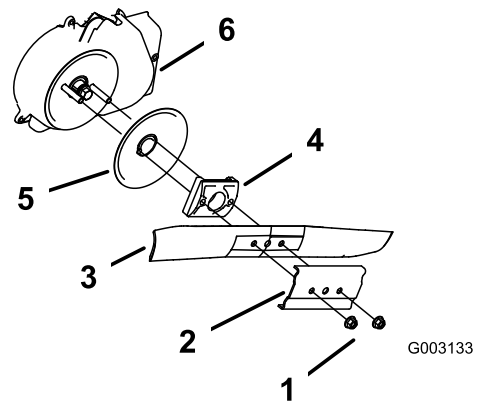

Figura 48
3. Togliete i due dadi della lama ed il rinforzo (Figura 48).
4. Togliete la lama (Figura 48).
5. Togliete il giralama e il disco antistrappo (Figura 48).
6. Rimuovete il carter del sistema di arresto della lama (Figura 48).
10. Montate la lama ed il rinforzo con i due dadi della lama rimossi al punto (Figura 48).